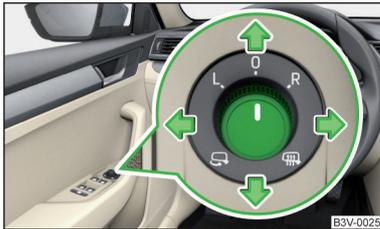

Abb. 85
- Den Drehknopf in Richtung der Pfeile bewegen » Abb. 85.